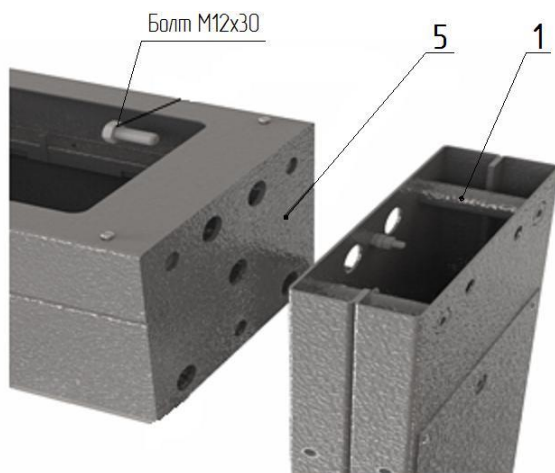

Рис. 1
1. Сборка турникета (рис. 1, 2):
– положите на пол на боковую плоскость раму привода **5** (рис. 1), (предварительно постелив лист картона), рядом аналогично положите две стойки крыла прохода **1** и **2**; состыкуйте указанные элементы друг с другом присоединительными элементами и закрутите по три болта М12 с каждой стороны; поставьте собранный портал вертикально на месте установки турникета.